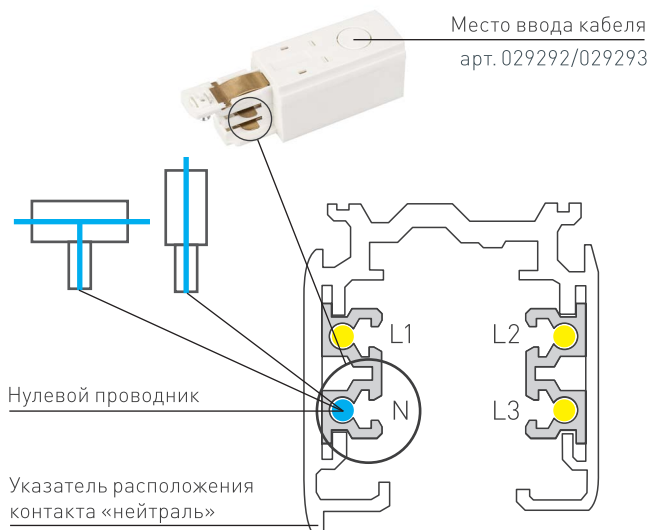

Рисунок 2. Выбор коннектора исходя из расположения нулевого контакта на шинопроводе
2. На корпусе комплектующих есть соответствующие обозначения стороны расположения «нейтрали» (рис. 2).